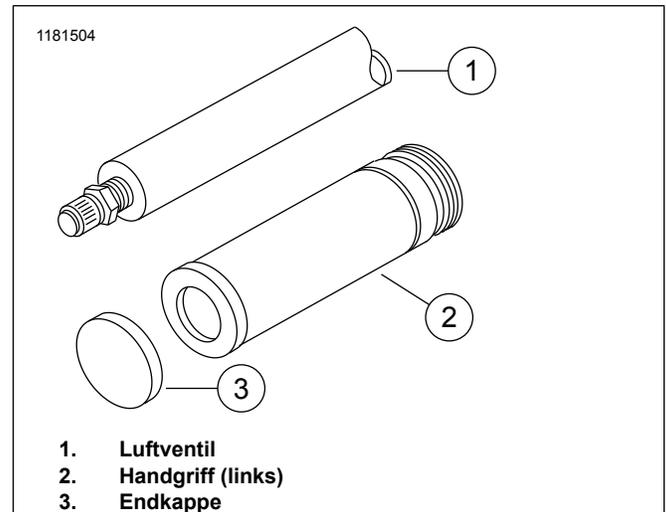

Abbildung 1. Ausrichten des linken Griffs an den Luftventilen
6. Siehe Abbildung 1. Für Modelle mit lenkermontiertem Luftventil (1) am linken Lenker bei Bedarf das Schaltergehäuse verschieben. Dadurch wird die korrekte Montage der Handgriff-Endkappen (3) gewährleistet.